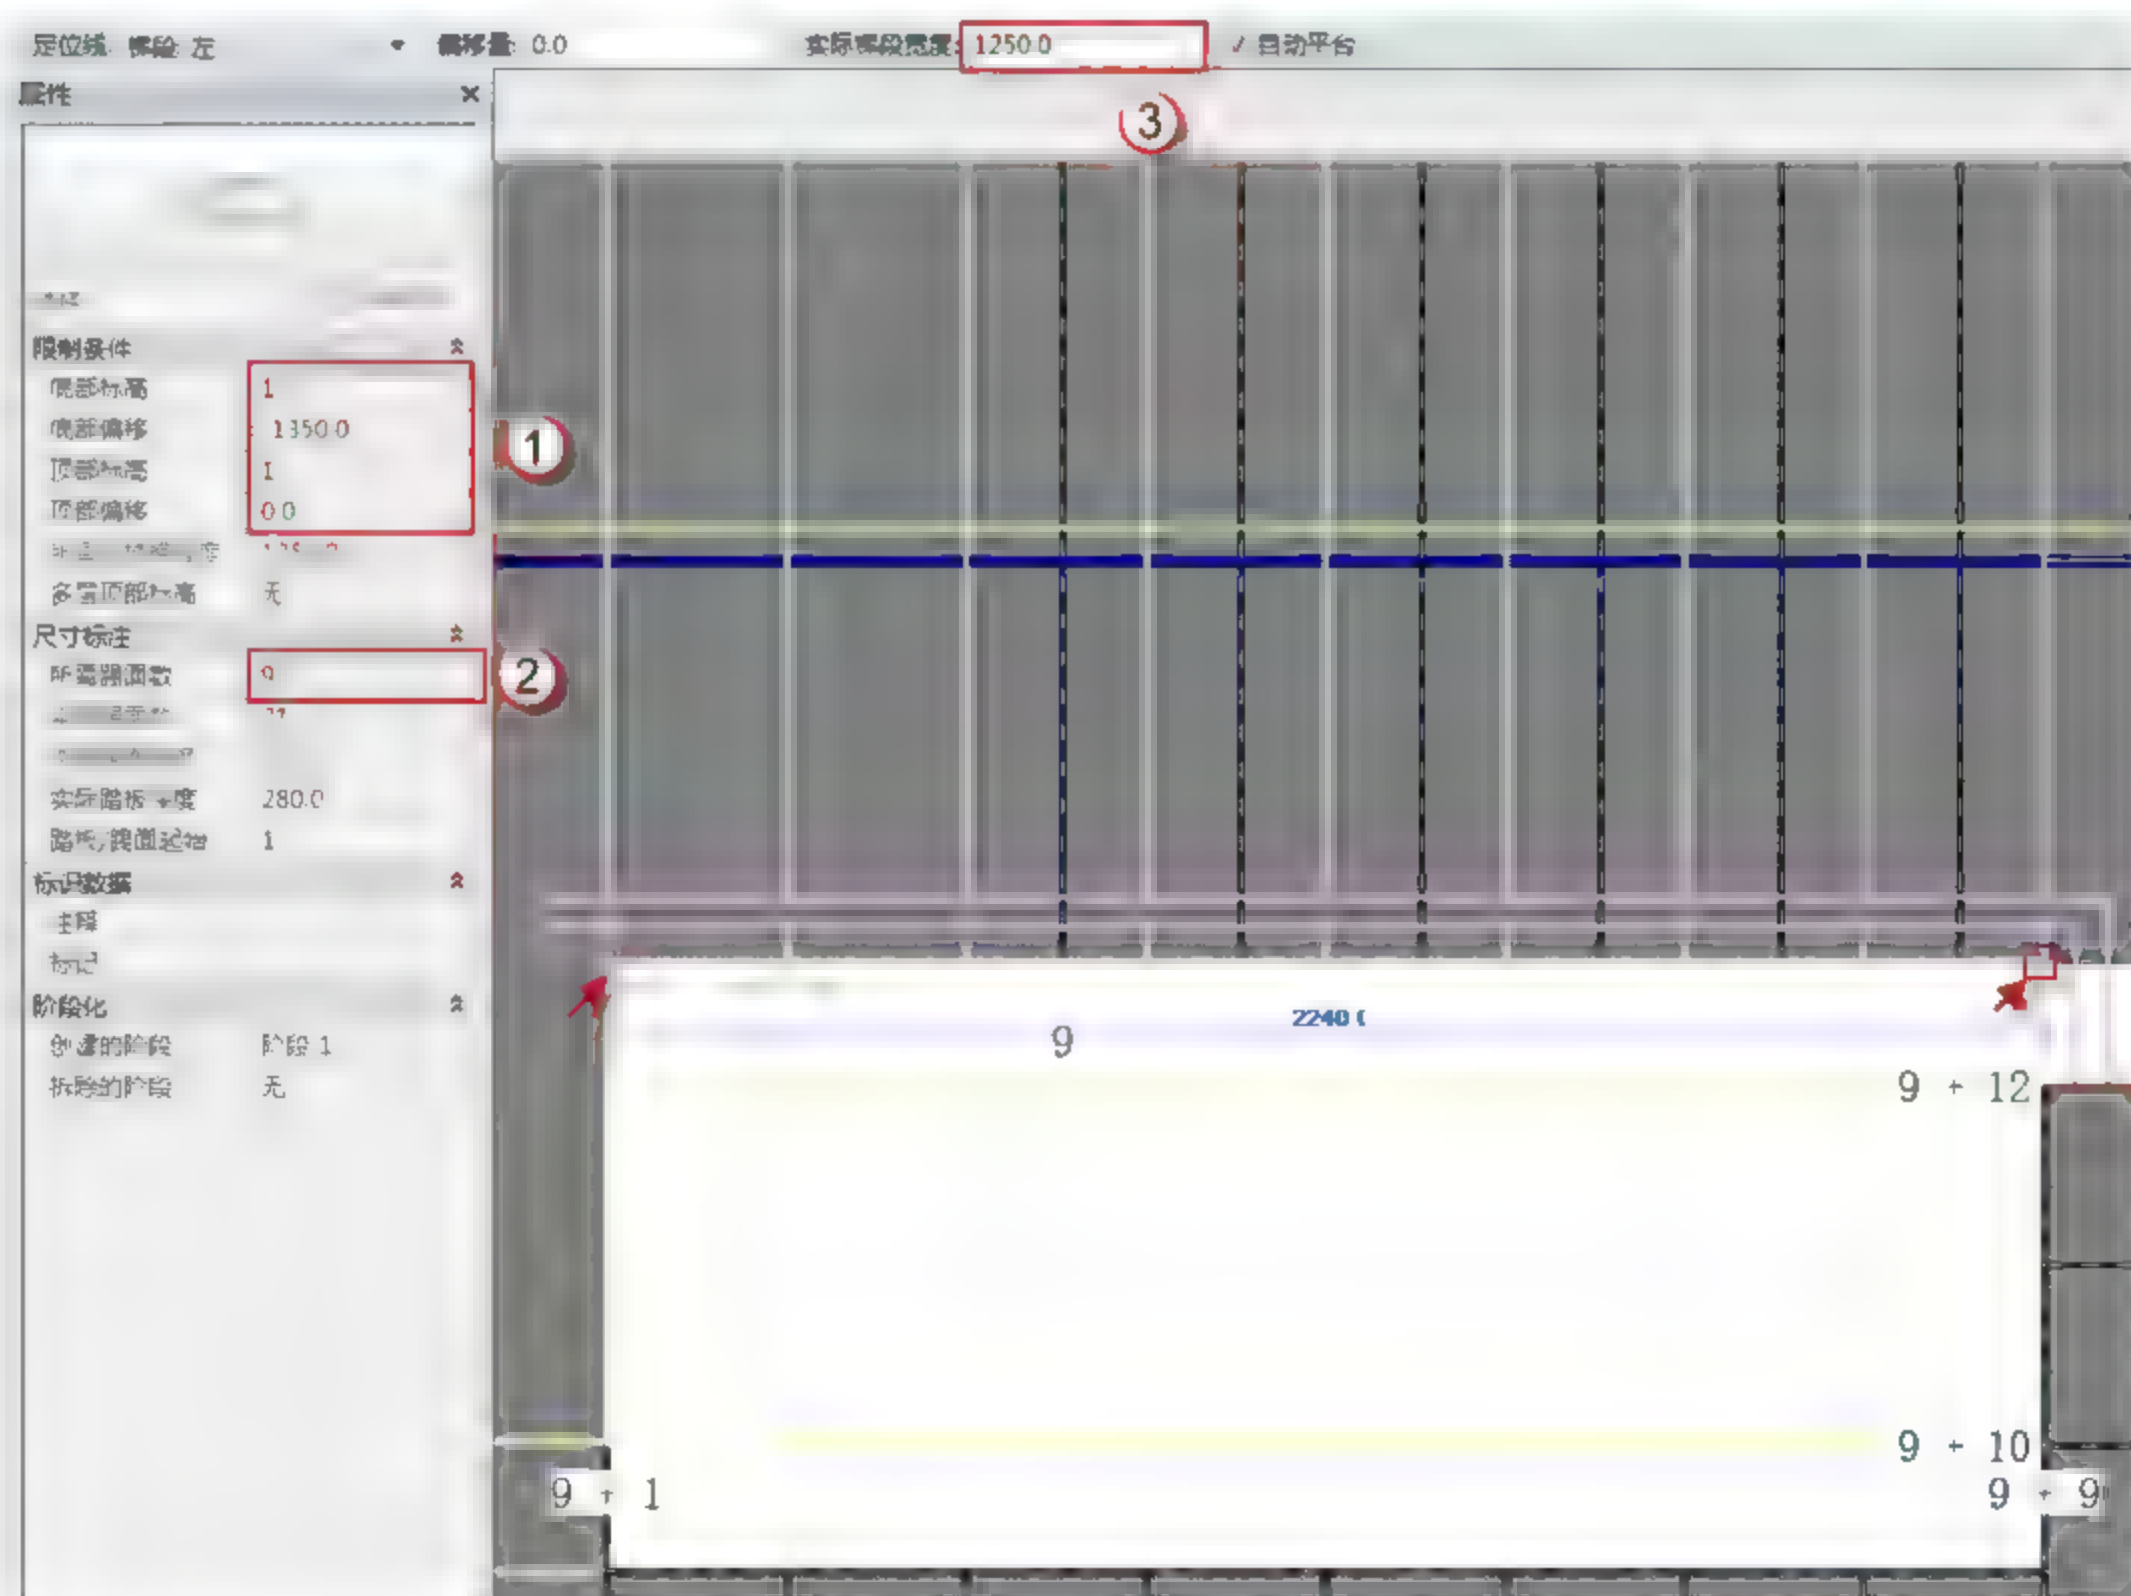

图 11.2.51 绘制第四梯段
(15) 绘制楼梯第四到第十四梯段。由于第四到第十四梯段的实际踏板深度都为“280”mm，只需设置梯段的“限制条件”(梯段底部位置和梯段顶部位置)、“所需踢面数”、“实际梯段宽度”即可开始绘制楼梯。楼梯参数如图 11.2.51~图 11.2.60 所示。重复步骤(14)捕捉楼梯边线点(箭头所指)，依次绘制第四到第十四梯段，每两跑楼梯之间会自动生成休息平台。